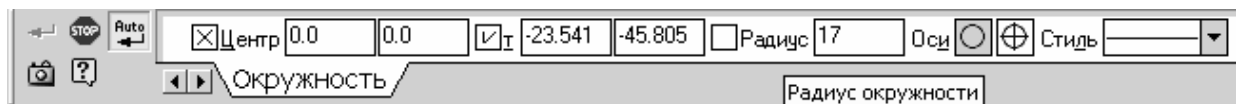

Рис. 27. Свойства окружности
- 3.11. Начертите круг (нажав кнопку на панели инструментов «Ввод окружности» ) **радиусом 17** с центром в точке начала координат (рис. 27)